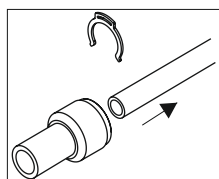

Рис. 3
- 3) Маркучът да се извади (рис. 3).